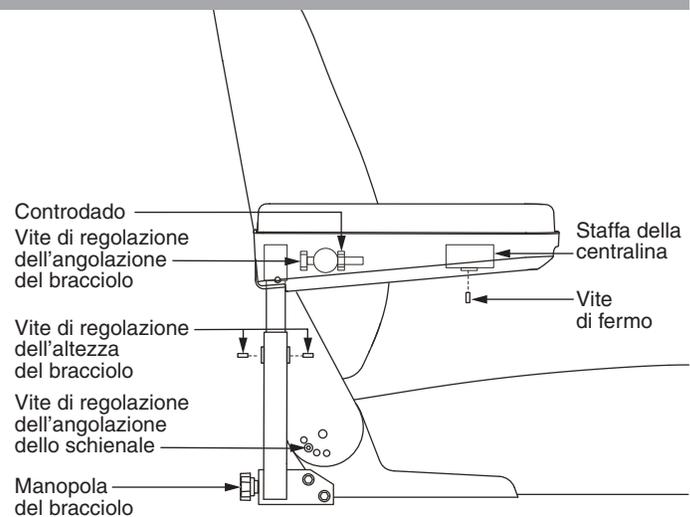

Figura 12. Regolazione schienale/bracciolo
1. Rimuovere le viti di regolazione da ogni cerniera del sedile. **Vedere figura 12.**
1. Individuare le due manopole dei braccioli su ogni lato della staffa del bracciolo. **Vedere figura 12.**
1. Sollevare il bracciolo verso l'alto in modo che sia perpendicolare al pavimento. **Vedere figura 12.**
1. Allentare le due viti che si trovano sull'alloggiamento del bracciolo. **Vedere figura 12.**
2. Allentare le viti sulla staffa della centralina. **Vedere figura 12.**